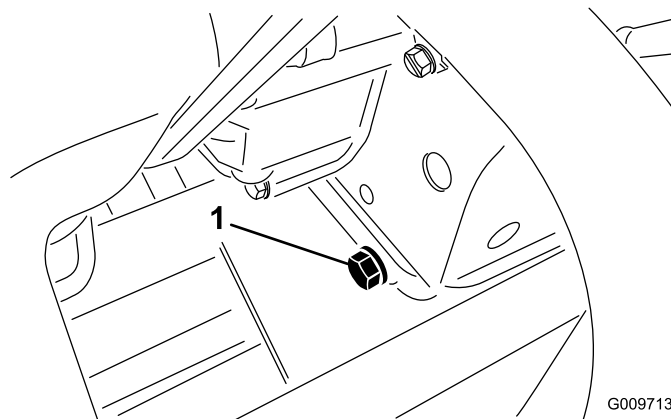

Figure 27
1. Enlevez le bouchon de vidange arrière (Figure 27) et laissez l'huile s'écouler dans un bac de vidange. Remettez le bouchon quand la vidange est terminée.